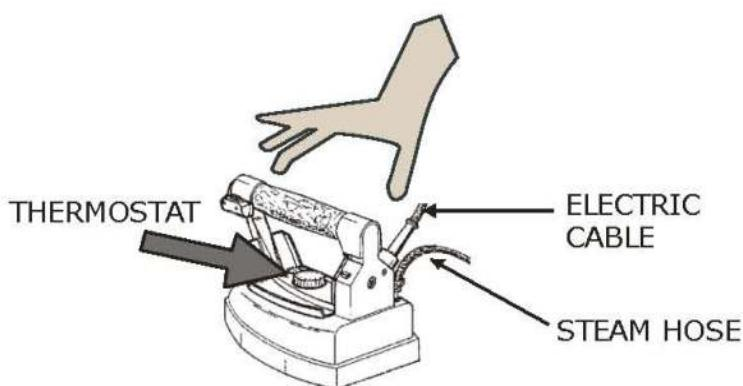

Рис. 3
4. При сухой глажке терmostat (рис. 3) можно регулировать в различных положениях в зависимости от типа ткани для глажки (см. указания производителей на одежде). Для глажки с паром переключить терmostat на положение «хлопок» или «лен». (**Прим.:** только в утюгах Tulipano терmostat нужно ставить в положение конца «шерсти» [*lana*] – начала «хлопка» [*cotone*]).
3. паропровода и провода утюга каждый раз, когда они повреждаются (рис. 3);
6. из утюга вытекает вода или он перегрелся (рис. 3);
7. утюг моется или чистится водой (рис. 3);